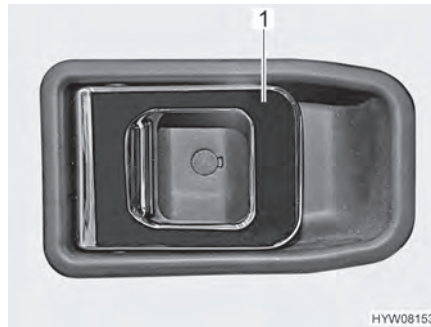

Bild 31 Dörrlås (förardörr, insida)
- Öppna:** ■ Drag i handtaget (Bild 31,1). Dörrlåset låses upp respektive öppnas.
- Låsa:** ■ Tryck ned handtaget (Bild 31,1). Dörrlåset är låst.